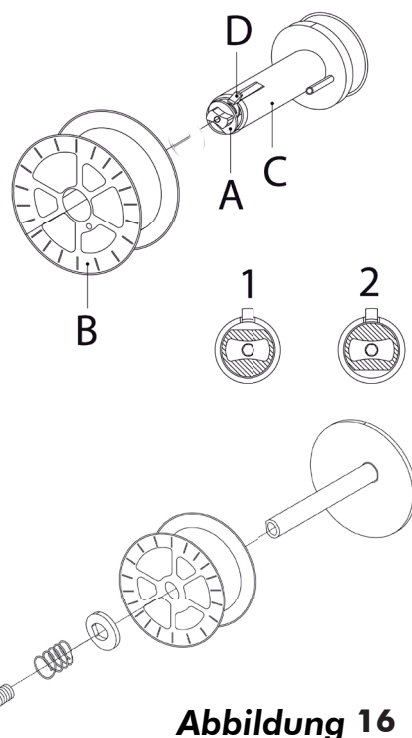
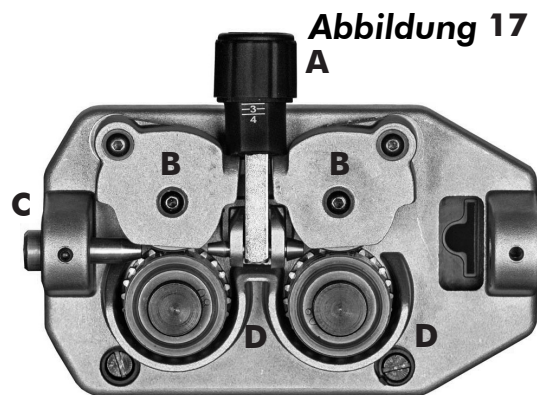

Abbildung 16
Abbildung 17
- Seitliche Abdeckung des Spulenfachs öffnen. Die Mutter (A) der Haspel bis in Position 1 (Bremstrommel) abdrehen. Beim Auswechseln die leere Zündspule herausnehmen, dazu den Sperrstift herunterdrücken (D). (Abb. 16)
- Hülle um die Spule entfernen und auf die Haspel setzen. Schließlich die Mutter (A) wieder anbringen und um 180° drehen (Position 2).
- Handrad (A) abschrauben
- Eingelegte Spule (B) von der Haspel (C) nehmen.
- Feder und innere Unterlegscheibe herausnehmen; Haspel (C) vom Zapfen nehmen.
- Handrad (A) wieder anschrauben.
**Das Handrad (A) dient als Bremssystem der Spule. Ein übermäßiger Druck belastet den Versorgungsmotor. Bei zu niedrigem Druck wird die Spule nach Ende des Schweißvorgangs nicht ausreichend verriegelt.**
- Plastikdrehgriff lockern (A) und senken und die Drahthebel anheben (B) (Abb. 17). Etwaige Drahtrückstände aus der Drahthülle entfernen.
- Draht aus der Spule lassen und mit einer Zange so festhalten, der er sich nicht abwickeln kann. Das Ende vor dem Einführen in die Führung (C) ggf. gerade biegen. Draht so einführen, dass er über den unteren Rollen (D) verläuft und die Drahthülle eintritt.
- Drahthebel (B) senken und mit dem Plastikdrehgriff (A) Druck